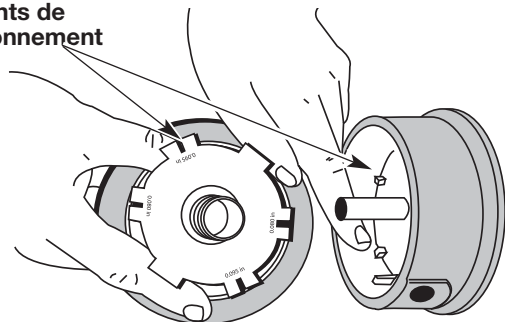

Fig. 33
5. Vérifiez l'état d'usure des dents de positionnement sur le moulinet intérieur et la bobine extérieure (Fig. 33). Enlevez les ébarbures ou remplacez le moulinet et la bobine au besoin.